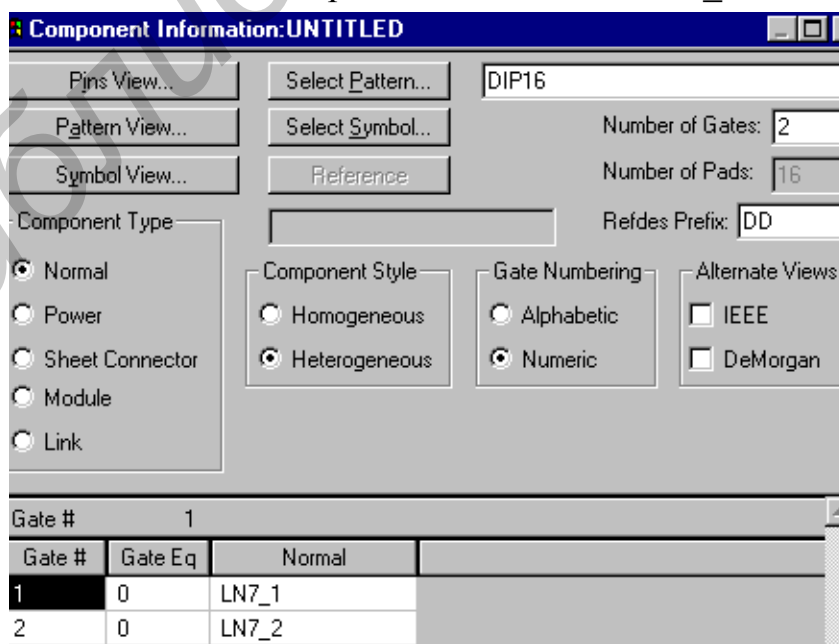

Рис. 1.7
- Нажмите кнопку **Select Pattern** и выберите корпус DIP16 (рис. 1.7).